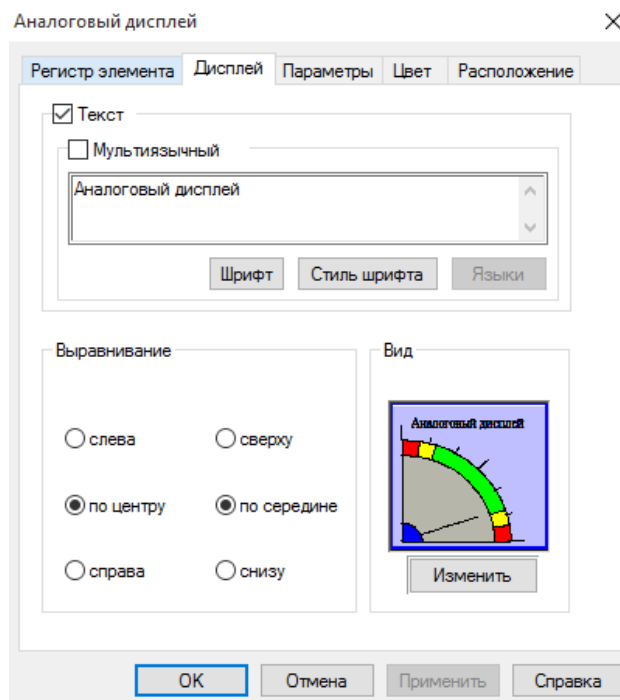

Рисунок 3.21 – Параметры элемента «Аналоговый дисплей», вкладка «Дисплей»
**АНАЛОГОВЫЙ ДИСПЛЕЙ.** Элемент «*Аналоговый дисплей*» используется для отображения на экране панели значения привязанного регистра в аналоговом виде. Рассмотрим уникальные параметры элемента «*Аналоговый дисплей*» (рис. 3.21).